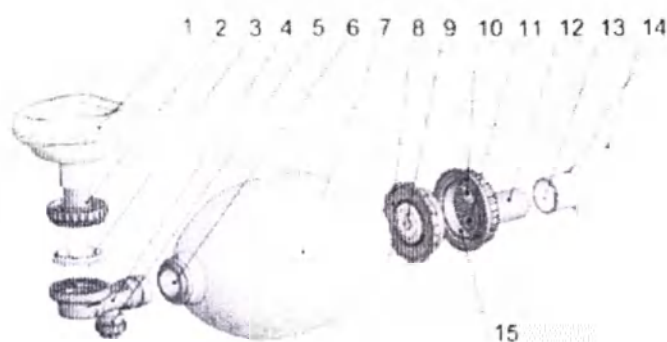

Рисунок 1 Аппарат искусственной вентиляции легких, ручной, одноразового использования. Схема соединений.
Аппарат ИВЛ (см. Рис.1) ручной одноразового использования представляет собой мешок дыхательный (7) с впускным клапаном (8) и клапаном пациента (4), на коннектор (2) которого крепится маска ПВХ (1). Маска ПВХ (1) снабжена клапаном подкачки. Все маски разработаны с учетом разных возрастов пациентов и анатомических особенностей, выполнены из прозрачного материала, что дает дополнительную возможность видеть изменение цвета губ пациентов во время проведения реанимационных мероприятий.